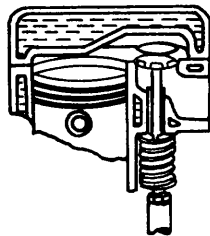

Fig. 3
- Todo el mecanismo está ubicado en el block del motor (fig. 3).